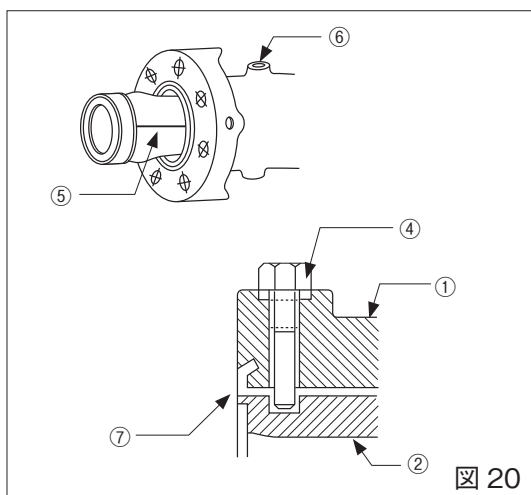

図 20
1. ①本体内面を清掃してください。
2. ①本体に②ゴムスリーブを挿入してください。
①本体にゴムスリーブを挿入しずらい時は、①本体の内面にシリコンプレー等を塗布されますと、挿入しやすくなります。（オイル等は使用しないでください。）
3. ②ゴムスリーブの⑤合わせ面を⑥操作圧力供給口より90度回転した位置に合わせて、④ストッパーボルトで固定してください。この時、②ゴムスリーブの芯金の溝に④ストッパーボルトで固定してください。（図20）